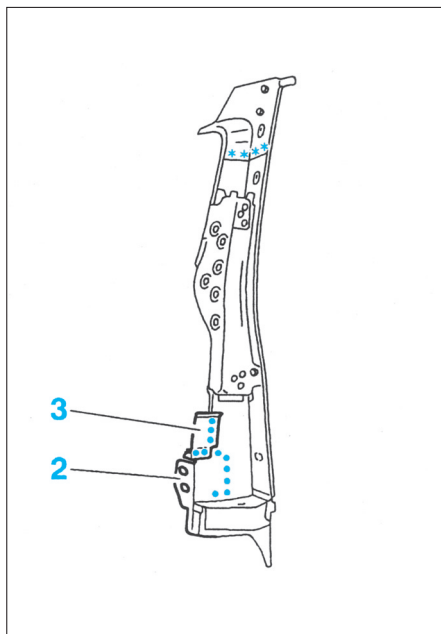

FIG. 154
- Découper par fraisage des points (Fig.154).